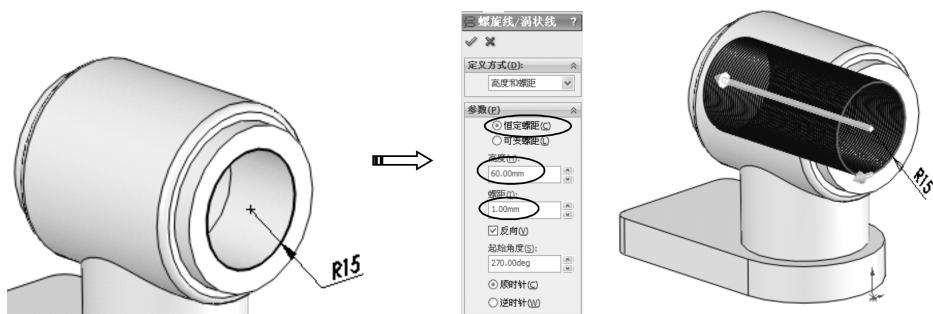

图 1-84 创建螺旋线
- 12 在菜单栏中执行【插入】|【曲线】|【螺旋线/窝状线】命令，弹出【螺旋线/涡状线】属性面板，然后按如图1-84所示进行设置并创建出螺旋线。